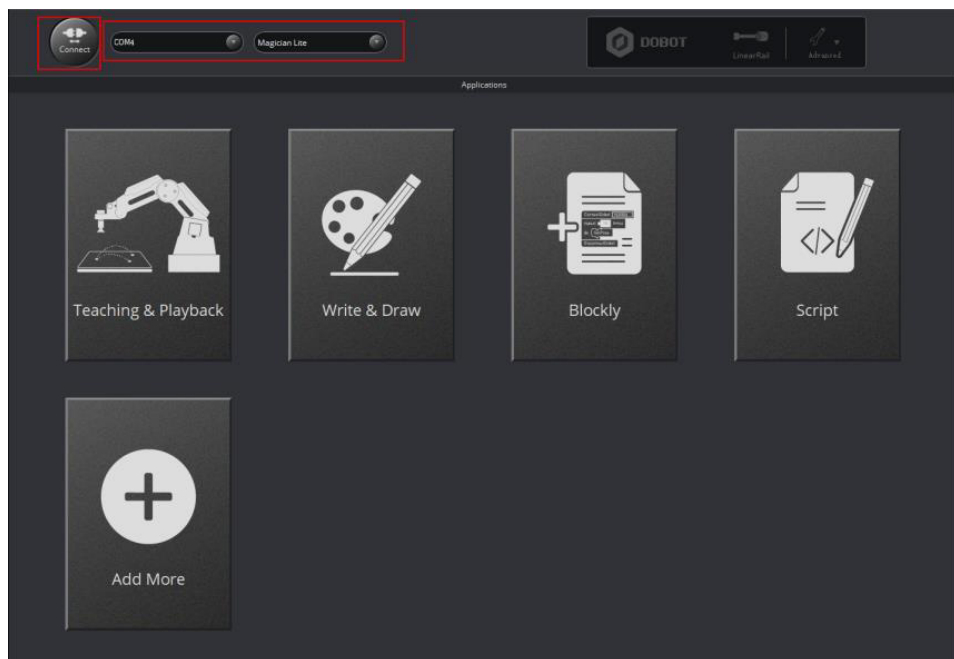

Figura 16: Clique em Connect
2. Clique em **Connect** na página do DobotStudio, como mostrado na Figura 16. Selecione **Magician Lite** na caixa de tipo de dispositivo (ao utilizar o Magic Box, selecione **Magic Box+Magician Lite**) e clique em **Connect**.